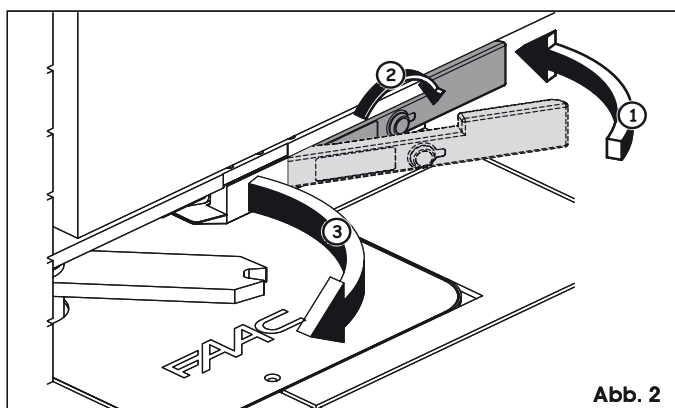

Abb. 2
- Colocar la palanca nuevamente en su posición de reposo (Fig. 2 rif. ①)
- Introducir la llave de desbloqueo en la cerradura y girarla hasta el tope en la dirección opuesta a la columna (Fig. 2 rif. ②)
- Mover manualmente la cancela hasta que la cerradura se enganche en la barra de bloqueo (Fig. 2 rif. ③)